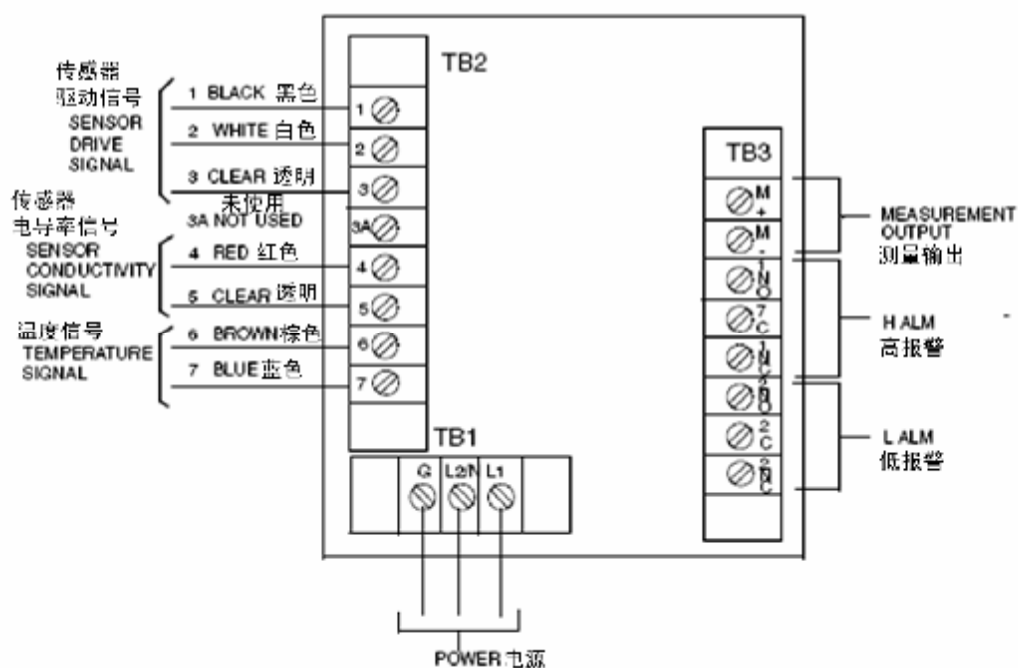

图 8. 后板接线 — 塑料壳体
2. 如图 8 所示的将高和低报警接线连接到 TB3 上。
3. 把用于分析仪测量输出的外部回路的接线连接到端子 TB3-1 (+) 和 TB3-2 (-) 上，参考图 8。
5. 按照图 8 将传感器的接线连接到分析仪的接线板 (TB2) 上。
6. 将安全盖从 TB1 上拆下来，按照图 8 所示的将电源线连接到接线板 TB1 上。